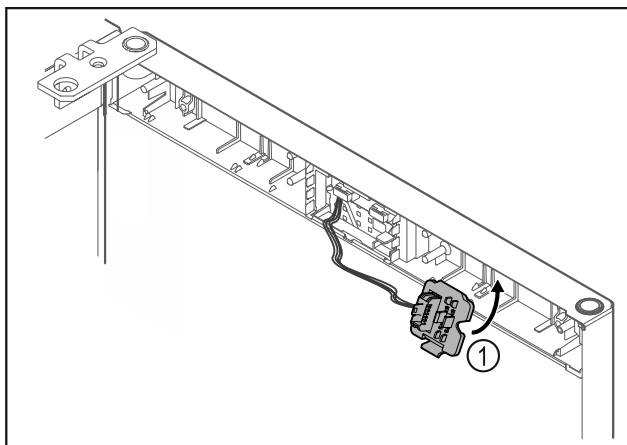

Fig. 19
- ▶ Zaklapněte držák zástrčky Fig. 19 (1) na protější straně.